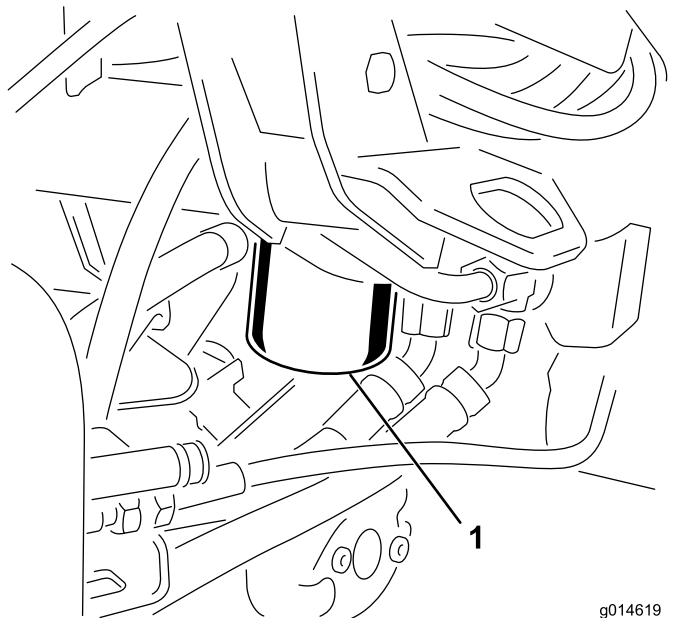

Figura 56
1. Limpie la zona de montaje del filtro (Figura 56). Coloque un recipiente debajo del filtro y retire el filtro.